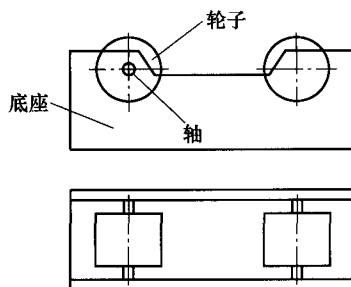
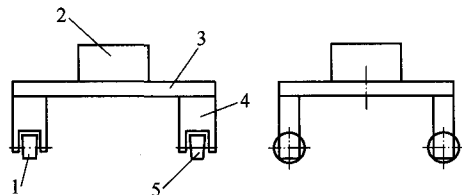

图 3
图 4
(1) 滚轮 两个滚轮和支架一起支撑丝杠悬出部分，保证丝杠在滚轮上平稳转动，并减少转动阻力，如图3所示。
(2) 支架 两个支架放在机床头尾两端，用角钢焊接，起假台面作用。
(3) 滚动支架 滚动支架三个，按间距放在床身上，托住10m丝杠前进后退，如图4所示。